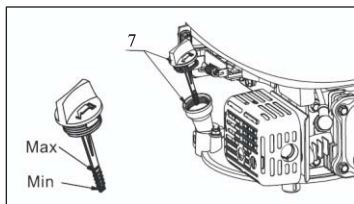

Fig. 7
2. Rimuovere il tappo dell'olio con la sua asta graduata (7) e pulirla con uno straccio.
3. Reinserrire l'asta graduata (7) nell'apertura senza avvitare il tappo, quindi rimuoverla per controllare il livello dell'olio.
4. Nel caso il livello sia inferiore al segno di minimo, rimuovere il tappo (7) e rimboccare con l'olio consigliato fino a raggiungere il segno di livello massimo (in basso sul collo del serbatoio dell'olio), senza eccederlo.
5. Richiudere bene il tappo (7). (vedi Fig. 7)